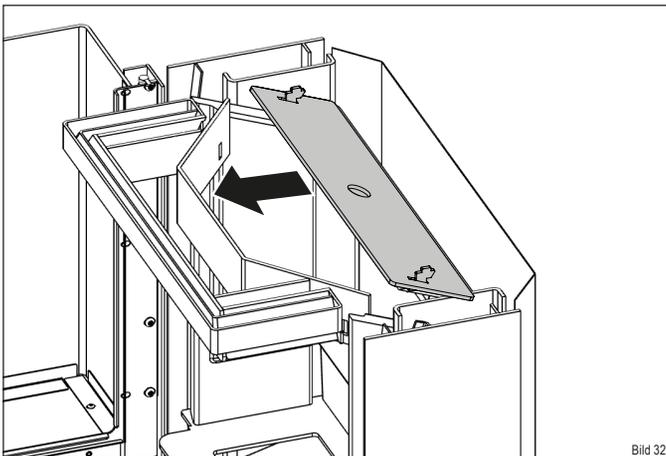

Bild 32
- ▶ Schieben Sie das untere Umlenblech nach vorne (Bild 32).